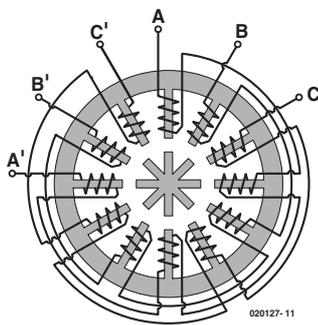

Figura 1. Motor paso a paso de reluctancia variable.
- *Reluctancia variable* (Figura 1):